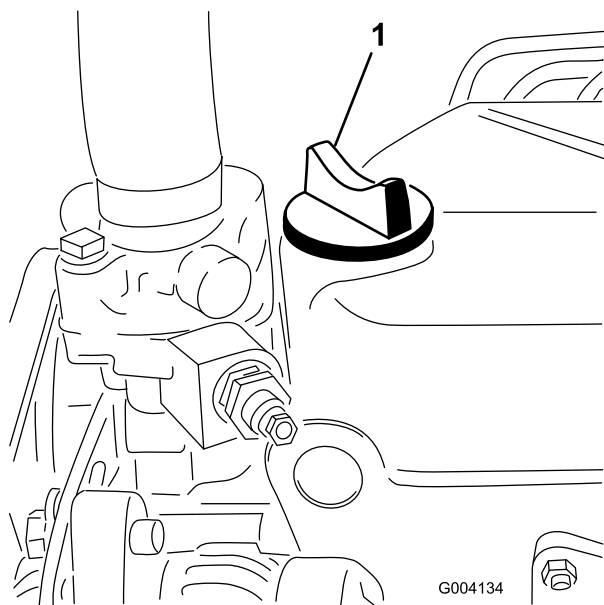

Figura 30
5. Se il livello dell'olio non raggiunge la tacca di PIENO FIGURA 30, TOGLIETE IL TAPPO DI RIEMPIMENTO () e rabboccate con olio fino a portarlo al segno FULL sull'asta di livello.